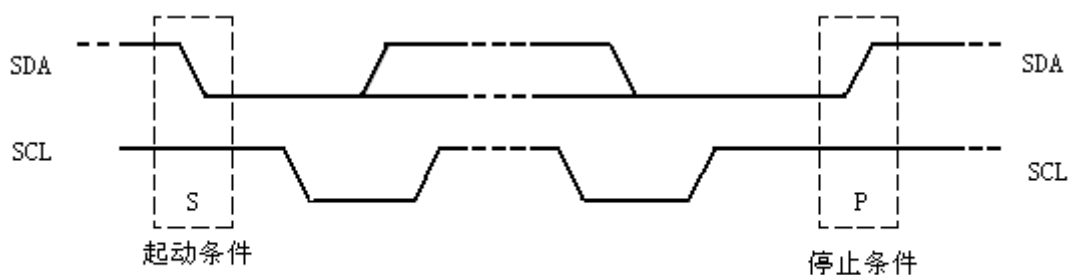

图11: I²C总线的起动 (START) 和停止 (STOP) 条件定义
总线不忙时，数据线和时钟线保持高电平，数据线在下降沿、时钟线为高电平时为起动条件 (S)，数据线在上升沿、时钟线为高电平时为停止条件 (P) 参见图 11。